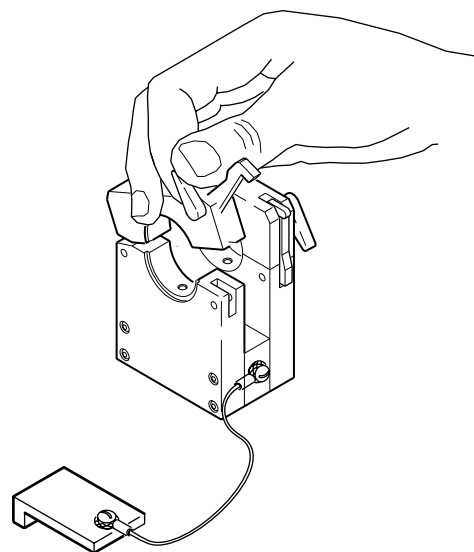

図 12：フィクチャー・ブロックを開く
1. 両方のレバーを外してチューブ用フィクチャー・ブロックを開きます。図 12 をご参照ください。